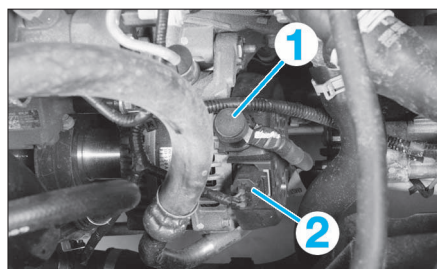
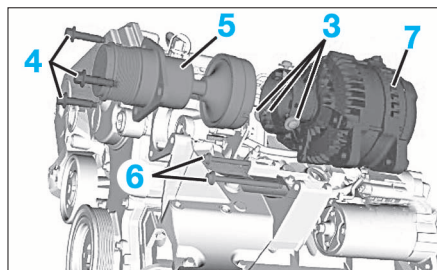

FIG. 6
FIG. 7
- le fil de liaison batterie (1) (Fig.6).
- le connecteur (2).
- Dévisser sans les déposer les vis de fixation du découpleur d'alternateur (3) (Fig.7).
- les 3 vis (4) du découpleur.
- le découpleur (5).
- les 2 vis de fixation (6) de l'alternateur.
- l'alternateur (7).